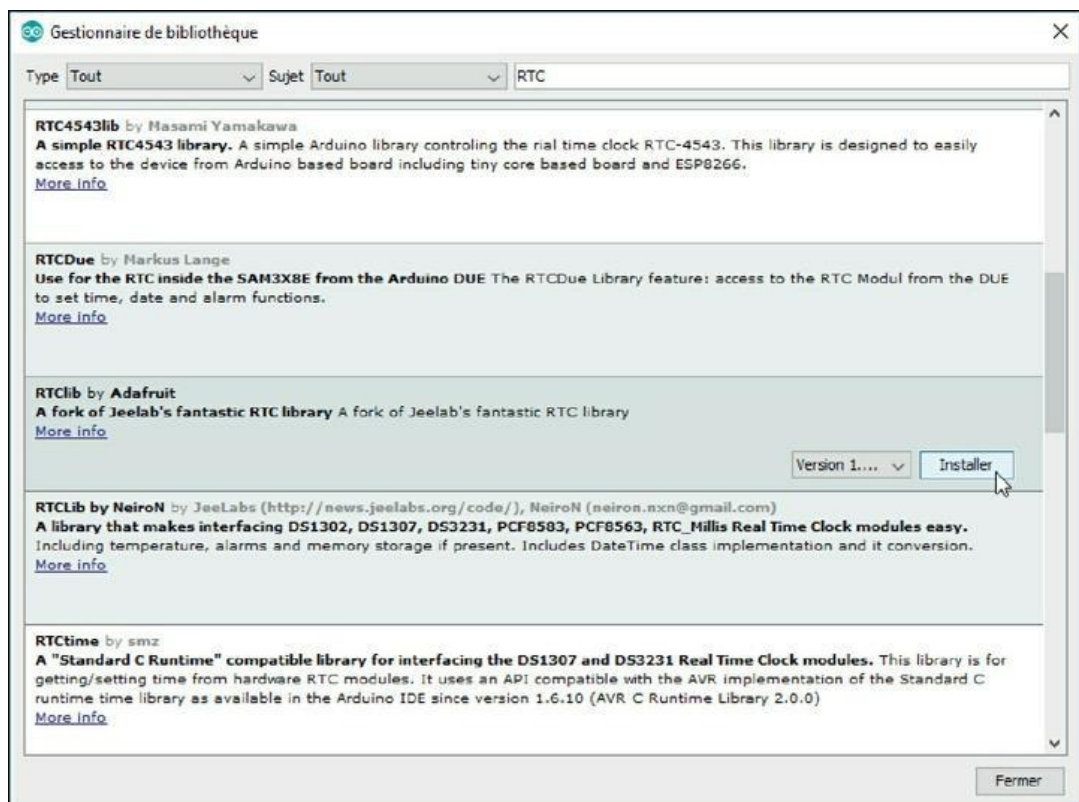

Figure 11.18 : Installation de la librairie RTCLib.
2. Dans la zone de recherche en haut à droite, clique puis saisis les premières lettres de **RTC**. Plusieurs librairies sont proposées (Figure 11.18).